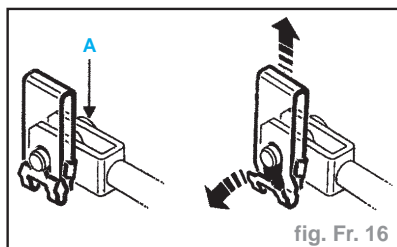

fig. Fr. 16
- Retirer l'axe (A) de la chape reliant la pédale de frein à la tige de poussée en agissant sur le clip (fig. Fr. 16).